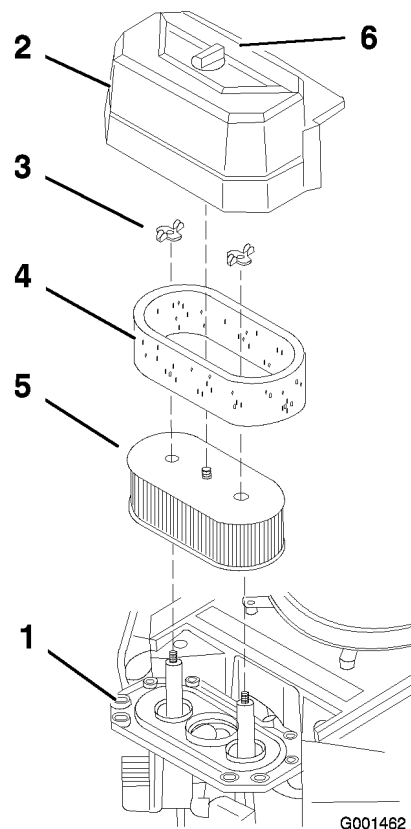

Figura 26
3. Limpie alrededor del limpiador de aire de forma que la suciedad no penetre en el motor y cause daños (Figura 26).
4. Desenrosque el pomo de la cubierta y retire la cubierta del limpiador de aire (Figura 26).
5. Desenrosque las 2 tuercas de orejeta y retire el conjunto del limpiador de aire (Figura 26).
6. Retire cuidadosamente el filtro de gomaespuma del filtro de papel (Figura 26).
1. No limpie el filtro de papel. Cámbielo cada 200 horas de funcionamiento (Figura 26).
1. Deslice cuidadosamente el filtro de gomaespuma sobre el filtro de papel (Figura 26).
2. Coloque el conjunto del limpiador de aire sobre la base del limpiador de aire y fíjelo con 2 tuercas de orejeta (Figura 26).
3. Coloque en su posición la cubierta del limpiador de aire y apriete el pomo de la cubierta (Figura 26).